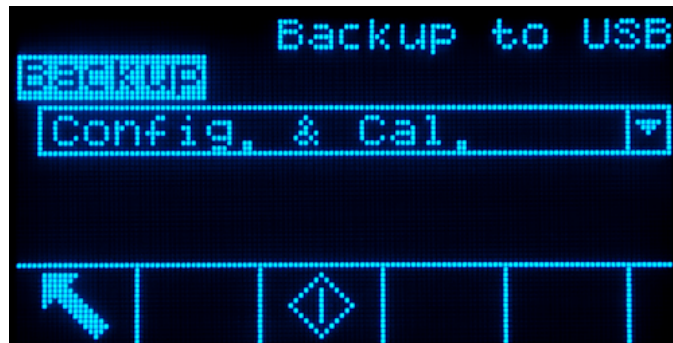

Figura 4-1: backup su USB
2. Accedere a **Configurazione > Manutenzione > Esegui > Backup su USB**. Verrà visualizzata la schermata illustrata nella Figura 4-1.